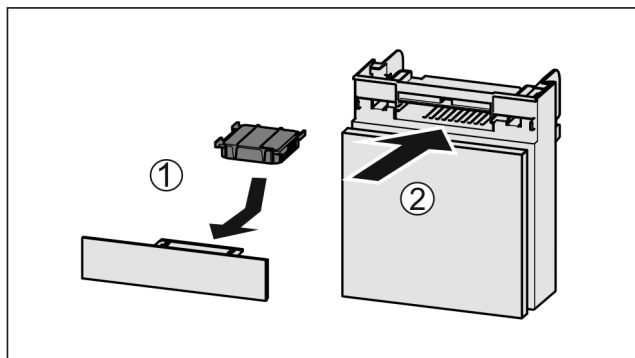

Fig. 183
- Filtr s aktivním uhlím vložte podle vyobrazení Fig. 183 (1).
- Zásuvku zasuněte Fig. 183 (2).